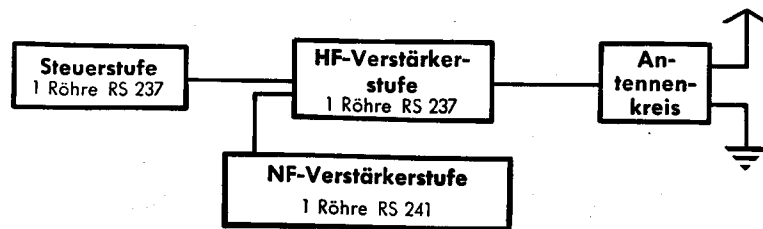

Abb. 4
68. Der **Leistungsschalter** (30) legt in der Gitterleitung der Hochfrequenzverstärkerröhre (5) den Widerstand (29) parallel zum Widerstand (28). Ihr Gesamt-widerstand in Parallelschaltung ist sehr klein, so daß die Röhre keine nennenswerte negative Gittervorspannung erhält und somit volle Leistung abgibt. Wird jedoch der Widerstand (29) in der Schaltstellung „klein“ abgeschaltet, so liegt der Widerstand (28) mit 100 000 Ohm allein im Gitterkreis und erzeugt eine entsprechende hohe negative Vorspannung. Der Arbeitspunkt der Röhre wird gegen den unteren Knick verschoben und damit ihr Verstärkergrad wesentlich herabgesetzt, so daß die Senderleistung auf etwa 10 Watt sinkt.
69. Das **Ferntastrelais** (Abb. 4) ermöglicht die Tastung des Senders d. h. Kurzschließen des Widerstandes (20), (vgl. Ziff. 65) über eine Fernleitung.